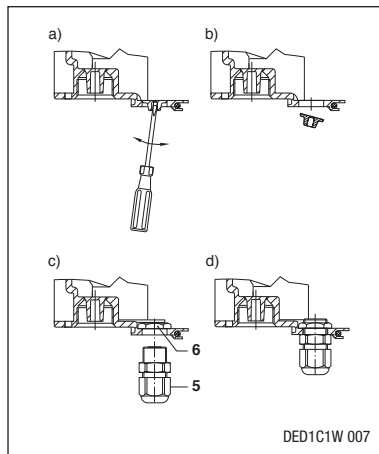

Fig. 2 : rangée avant
- Rangée avant (fig. 2) : tournevis DIN 5262-B, taille 0 ($\varnothing$ 3,0 mm)